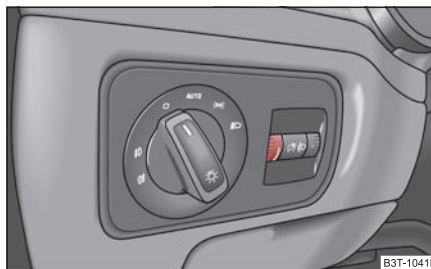

Fig. 58 Tabloul de bord: Iluminarea instrumentelor de bord
- Rotiți regulatorul rotativ ⇒ fig. 58 pe intensitatea dorită a iluminării instrumentelor de bord.